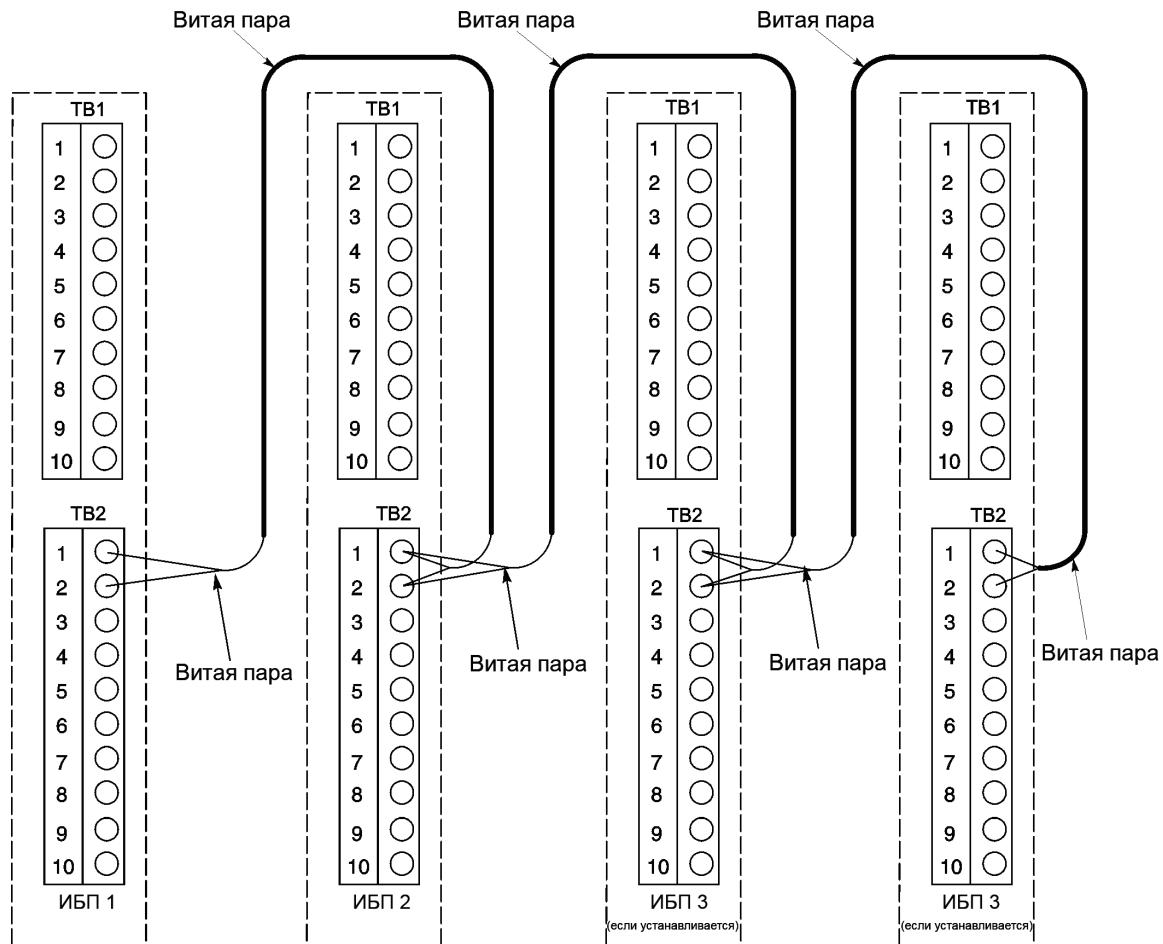

Рис. 5-5. Проводка Pull-Chain систем с распределенным байпасом без МОВ
9. Проведите и установите проводку системы с распределенным байпасом между шкафами ИБП. Для получения информации о подключении проводки см. Рис. 5-5 и Табл. 5-3 на стр. 56.